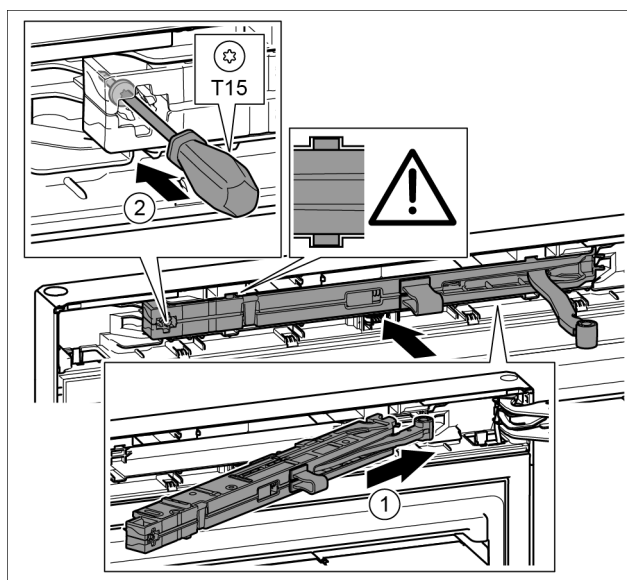

Fig. 21
- ▶ Jednotku tlumiče zavírání na straně stojanu ložiska zasuňte až na doraz šikmo do výklenku. Fig. 21 (1)
- ▶ Šroubovákem T15 pevně utáhněte šroub. Fig. 21 (2)